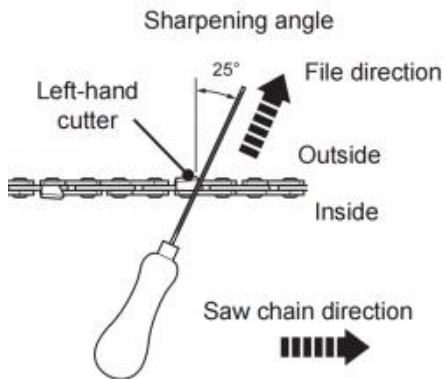

Fig. 74
5. Feilen Sie in einem Winkel senkrecht zur Stange und in einem Winkel von 25° zur Bewegungsrichtung (Abb. 74).